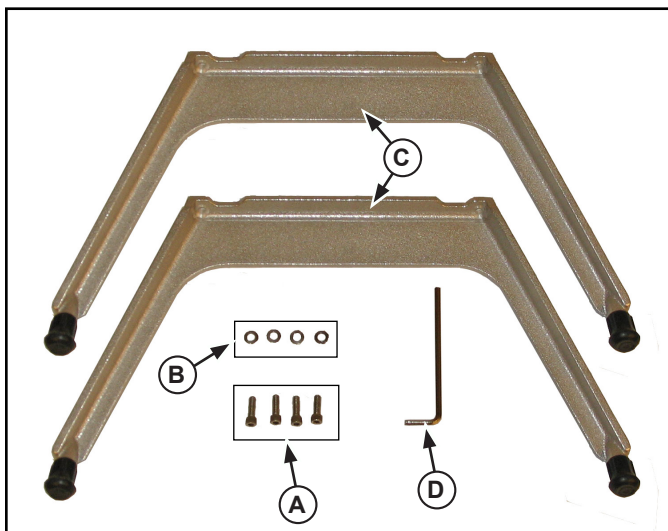

Figura 3. Patas, herrajes y herramienta para la unidad Lettuce King I.
- Use los tornillos (A) y arandelas (B) para instalar las patas (C) y apretarlas con la llave (D). Consulte la Figura 3.